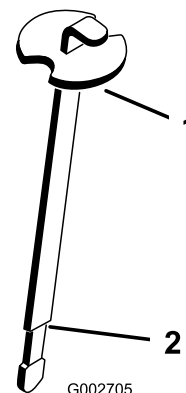

**Рисунок 8**
3. Очистите область вокруг крышки маслобака, чтобы исключить попадание мусора в бак (Рисунок 8).